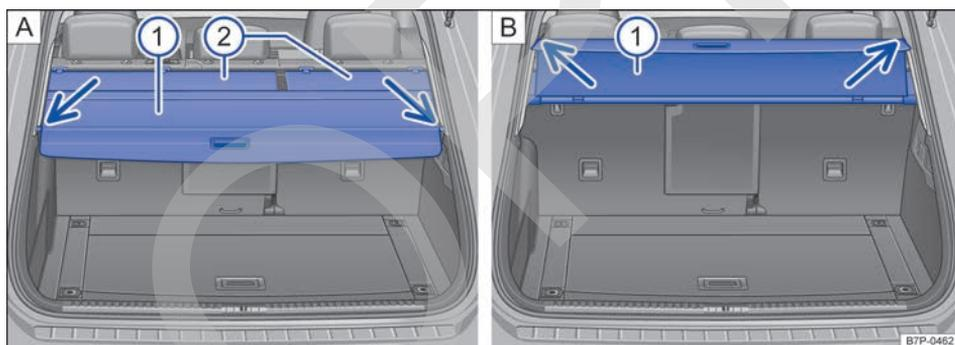
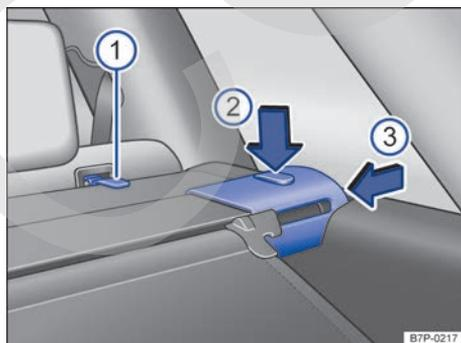

Fig. 118 En el maletero: cubierta del maletero **A** cerrada y **B** en posición de confort.
Fig. 119 En el maletero: desmontar la cubierta del maletero.
- Tire de la cubierta un poco hacia atrás por el tirador → **fig. 118** **1**.
- Desenganche la cubierta de los soportes laterales → **fig. 118** **A** (flechas) hacia abajo y guíela con la mano hacia delante.
- Enganche la cubierta en los soportes laterales izquierdo y derecho → **fig. 118** (flechas).
La cubierta del maletero se puede colocar en una posición más elevada para facilitar la carga → fig. 118 [B].
- En caso necesario, desenganche el cubrejunta ② [A] de las argollas de sujeción de los respaldos traseros → fig. 119 ①.
- Presione la tecla de desbloqueo ② hacia abajo, en el sentido de la flecha, y comprima la cubierta ③ en el sentido de la flecha.
- Coloque la cubierta del maletero → fig. 118 ① primero en el alojamiento izquierdo.
- Presione la tecla de desbloqueo → fig. 119 ② hacia abajo y comprima la cubierta ③.
- En caso necesario, enganche de nuevo el cubrejunta → fig. 118 ② [A] en las argollas de sujeción de los respaldos traseros → fig. 119 ①.